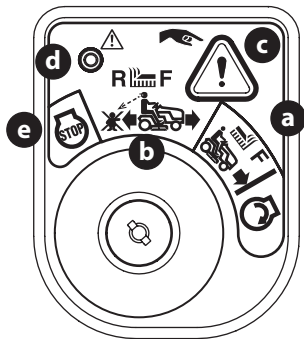

Figure 15
2. Tournez la clé de la position de tonte normale (a) à la position de tonte en marche arrière (b) (Figure 15).
3. Pressez le bouton du mode de tonte en marche arrière (c) qui se trouve sur le coin supérieur droit du tableau de bord pendant trois secondes. Le témoin lumineux rouge (d) dans le coin supérieur gauche s'allume lorsque le bouton de marche arrière est activé (Figure 15).
5. Regardez toujours derrière vous et vers le sol avant de reculer et lorsque vous reculez pour vous assurer qu'il n'y a pas d'enfants à proximité. Après avoir repris la marche avant, tournez la clé à la position de tonte normale (a) (Figure 15).
Le mode de tonte en marche arrière (b) demeure activé jusqu'à ce que (Figure 15) :